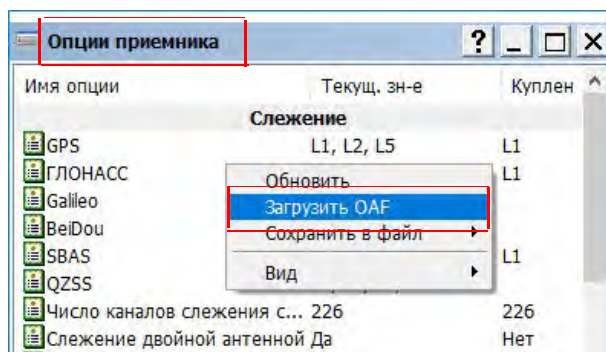

Рисунок 5-6: Клик правой кнопкой мыши и выбор Загрузки OAF
2. Кликните правой кнопкой мыши в окне **Опции приемника** и выберите **Загрузить OAF** (Рисунок 5-6).